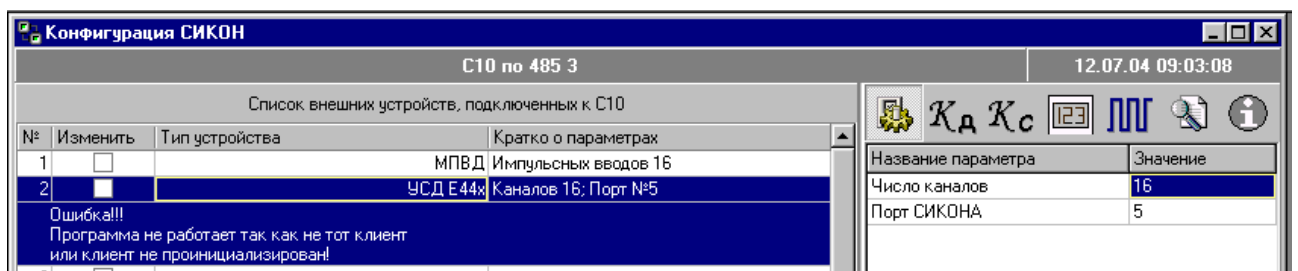

Рис.5.
6. В меню «Управление \ Конфигурация СИКОН» указать устройство «УСД Е44х» прочитать состояние устройства (см. Рис.5).